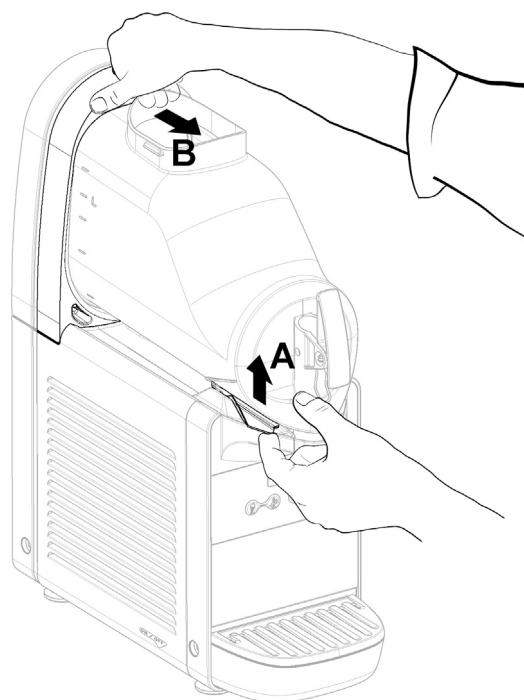
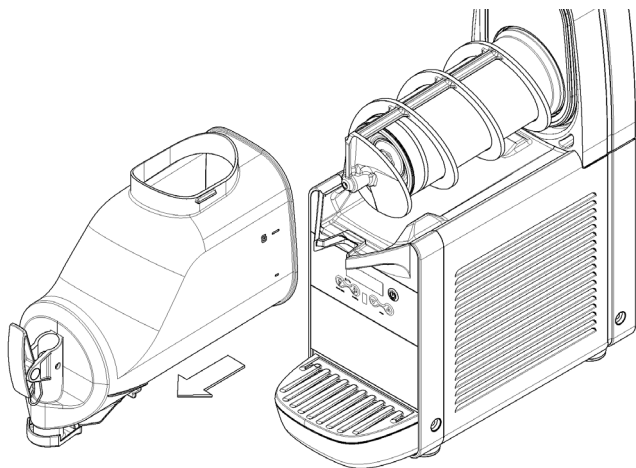

figura 7
figura 8
- 2 Per smontare il contenitore è necessario spingere verso l'alto l'apposita leva (vedere figura 7) e quindi sfilare il contenitore stesso (vedere figura 8).
3 Rimontare il rubinetto sul contenitore con sequenza inversa rispetto a quella di figura 8.